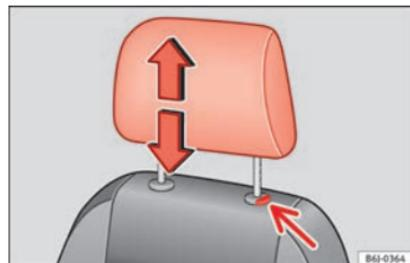

Fig. 99 Réglage ou démontage de l'appuie-tête.
- Appuyez sur le bouton »» fig. 99 (flèche).